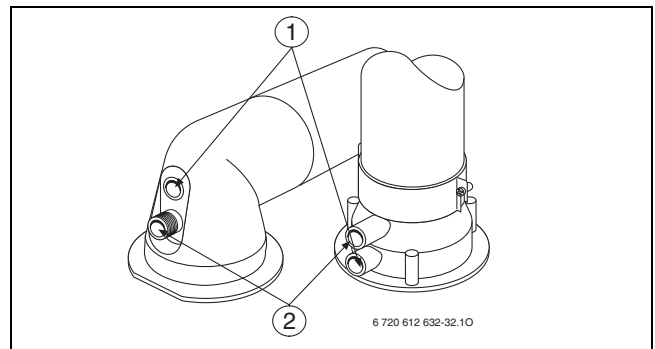

Fig. 41
- ▶ Îndepărtați dopurile de închidere de la tubulatura de măsurare a aerului de ardere (2) (→ fig. 41).
- ▶ Îndepărtați dopurile de închidere de la tubulatura de măsurare a gazului ars (1) (→ fig. 41).